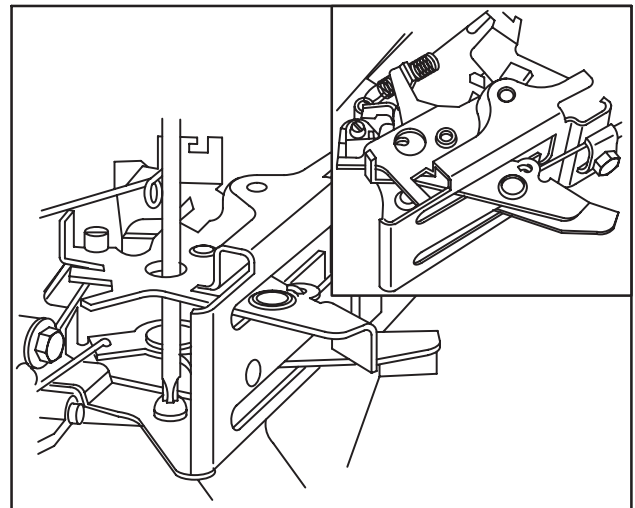

Fig. 60
Modèles 91200, 92200, 94200 (Fig. 60)
3. Placer le levier (inférieur) de starter complètement en position CHOKE, Fig. 60.